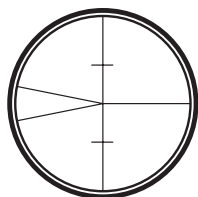

Fig. 3
1. **Сфокусируйте визирные нити** (Рис. 3), направляя зрительную трубу к яркому фону или удерживая белый лист бумаги перед линзами объектива, затем, поворачивая окулярную трубку до тех пор, пока визирные нити не станут отчетливо черными.